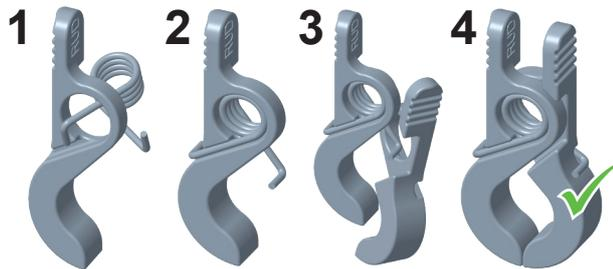

Fig. 24: Sequenza di montaggio della molla
- 5 Montare le due leve e la molla come un'unica unità (blocco a morsetto). La molla deve essere inserita dal centro attraverso entrambi i fori delle leve e inserita nella scanalatura su ciascun lato. Per la sequenza di montaggio, vedere la Fig. 24.